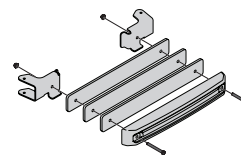

Figure 30
2. Fixez le poids et les plaques de poids aux supports de suspension à l'aide de deux vis à tête hexagonale de 3/8 po (710-3085) et de deux écrous (712-04065) comme illustré à la Figure 30.